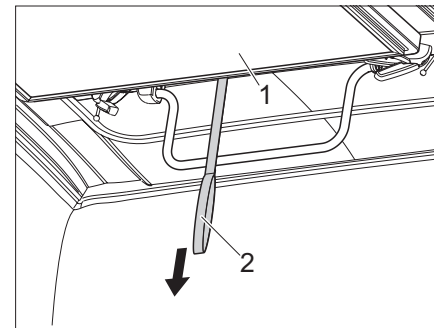

Fig. 36 Tirar de la superficie de reposo hacia abajo
- ▶ Tirar la superficie de reposo (Fig. 36,1) de la correa (Fig. 36,2) hacia abajo.
- ▶ Antes de cerrar el techo elevable, tirar de la superficie de reposo (Fig. 36,1) hacia abajo. No tirar de la superficie de reposo y del techo elevable al mismo tiempo hacia abajo. Al cerrar el techo elevable, asegurarse de que los fuelles de tela no estén aprisionados.